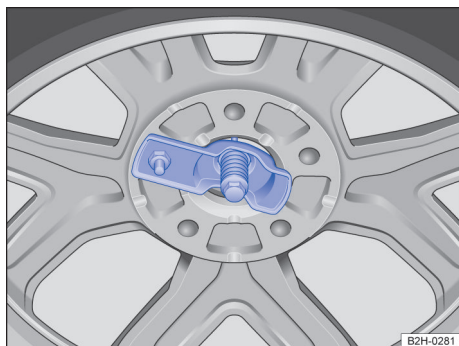

Fig. 192 Roda sobressalente ou de emergência: colocação correta do suporte do aro no orifício do aro.
- Assegurar-se de que o suporte do aro esteja centralizado no orifício do aro e que não esteja empenado → Fig. 192 → ⚠️.